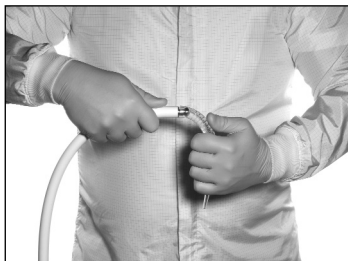
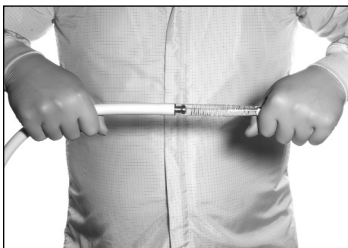

FIGURA 4. QUITAR LA PUNTA DESMONTABLE MEDIANTE UN MOVIMIENTO DE “PELADURA”
FIGURA 5. RETIRADA INCORRECTA DE LA PUNTA DESMONTABLE
7. Para retirar la punta desmontable, se debe sujetar firmemente la punta cerca del extremo proximal del cable de fibra óptica. Con ambas manos bien juntas, rotar la mano que sostiene la punta en un movimiento de “peladura” (ver figura 4). No se debe tirar de la punta en sentido horizontal porque esto podría dañar el conector en el cable y también las fibras ópticas (ver figura 5). Desechar la punta desmontable y limpiar y esterilizar el cable de fibra óptica para un futuro uso.